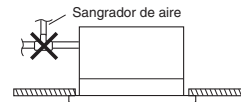

Fig. 3-26
- No instale un sangrador de aire porque podría provocar la salpicadura de agua por la salida del tubo de drenaje. (Fig. 3-26)